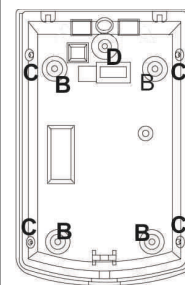

Рис. 2
3. Вскройте необходимые отверстия для монтажа (см. рисунок 2).